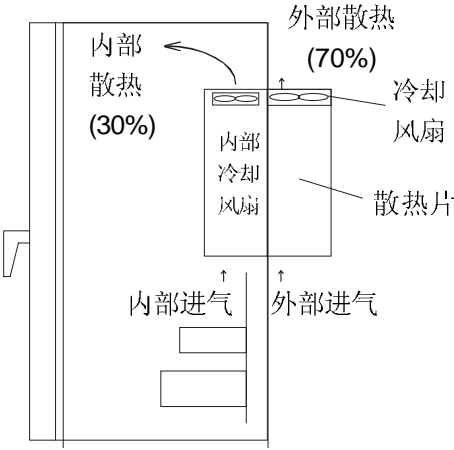

图 2-2-2 外部冷却方式
- ④当将变频器安装在控制柜内时，要考虑通风散热，保证变频器的周围温度不超过规范值。不要将变频器安装在小的通风散热不良的密闭箱柜中。
- ⑤在同一个箱柜中安装多台变频器时，为了减少相互间的热影响，建议应横向并排安装。如必须上下安装，则必须设置分隔板，以减少下部产生的热量对上部的影响。
- ⑥变频器出厂时，都为柜内冷却安装方式。对≤ 22kW 主变频器，要追加安装架选件，对≥ 30kW，只要移动原安装架，都能实现如图 2-2-2 所示那样的外部冷却安装方式。